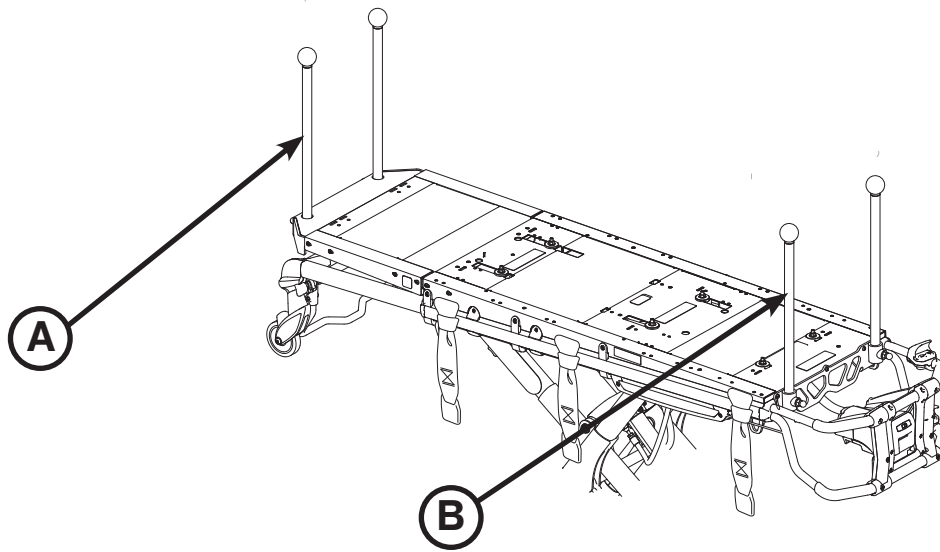

Figura 45
Utilice las barras de empuje rígidas para mejorar la movilidad de emergencia mediante puntos de empuje resistentes, al tiempo que se mantiene una sólida estabilidad. Existen barras de empuje que se pueden instalar tanto en el extremo superior (A) como en el extremo inferior (B) de la camilla, tal como se muestra en la Figura 45.